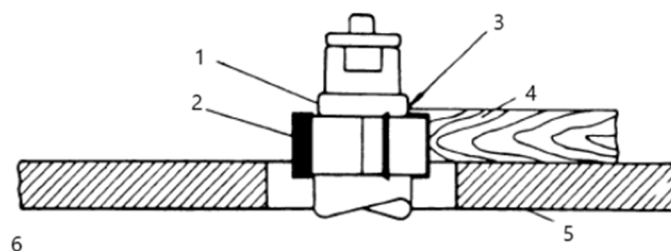
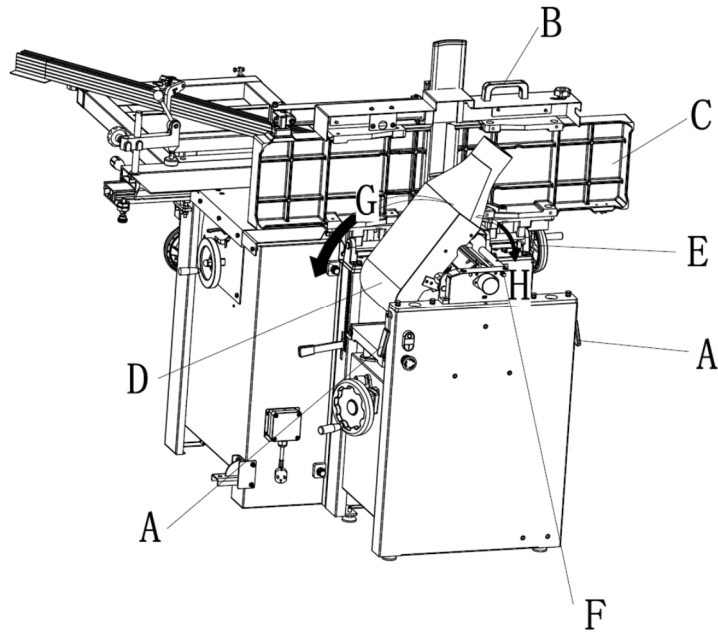

Figura 4
Figura 11
3. Una parte del bordo del pezzo deve restare intatta dalla fresa, in modo che il collare abbia una superficie di appoggio sufficiente. Vedere la figura 4 per un esempio di superficie di appoggio insufficiente.
1. Sbloccare entrambi i blocchi del tavolo dell'armadio (A) ruotando le maniglie verso l'operatore, quindi allontanandole dalla macchina.
2. Sollevare il tavolo (C, figura 11) utilizzando la maniglia (B).
Una volta sollevato, il tavolo deve trovarsi in posizione verticale, come mostrato in C, figura 4. Il fermo (E, figura 11) deve essere inserito, impedendo al tavolo di cadere accidentalmente in avanti.
3. Posizionare il canale di scarico della polvere (D, H, figura 11) verso destra. Prestare la massima attenzione per evitare il contatto con le lame della testina di taglio.
Facendo riferimento alla figura 11. Per modificare la configurazione della macchina da pialla a giuntatrice: